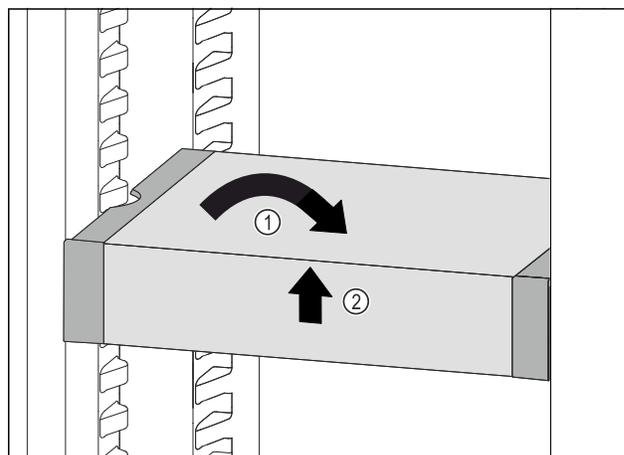

Fig. 101
- ▶ Remettre le VarioSafe droit. Fig. 101 (1)
- ▶ Soulever la partie avant du VarioSafe. Fig. 101 (2)